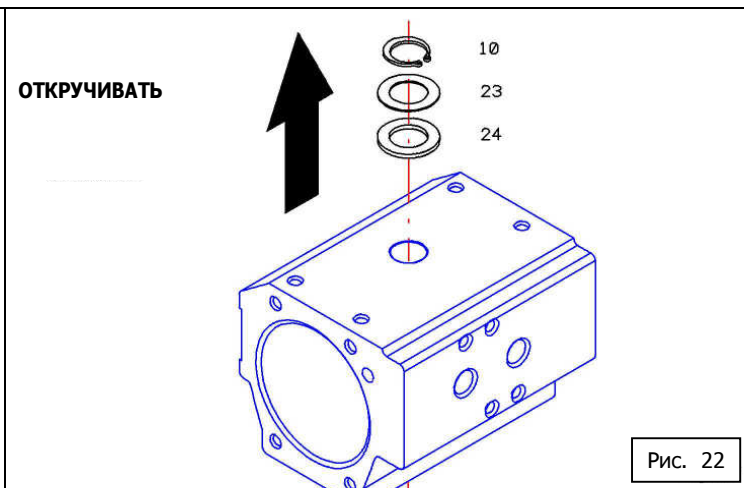

Рис. 22
**3** - Снять стопорное кольцо (дет.10) с верхней выступающей части приводного стержня, затем - уплотнитель стержня (дет. 23) и антифрикционную шайбу (дет. 24), см. Рис. 22.